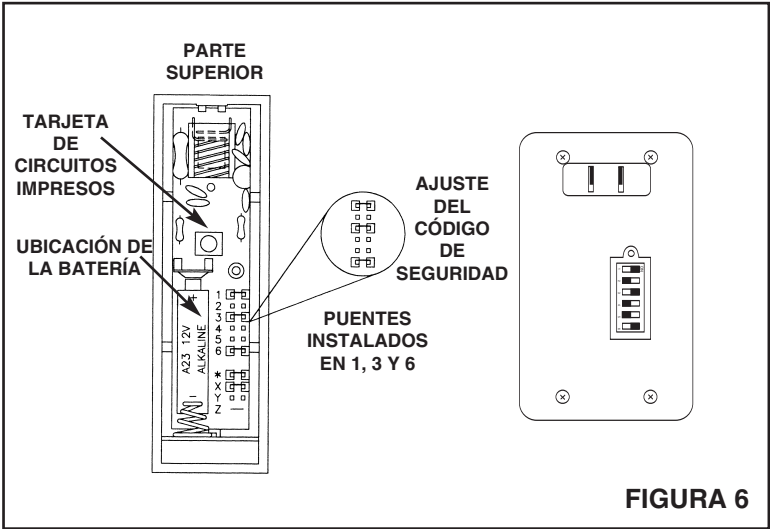

FIGURA 6
2. **Vea la Figura 6.** Ajuste el interruptor del receptor para que coincida con los puentes del transmisor. Los puentes instalados en el transmisor deben corresponderse con el juego de interruptores en la posición de ENCENDIDO del receptor. Por ejemplo, si el puente Nº 1 está instalado, el interruptor Nº 1 debe estar en la posición de ENCENDIDO.